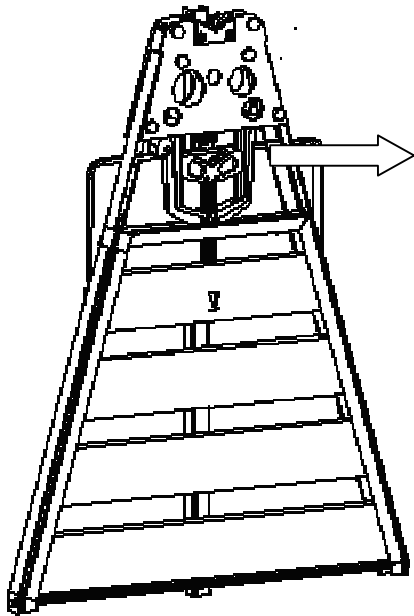

Bild 2
1. Die Backenschrauben (9) lockern, den Kopf (1) herausnehmen und die Schrauben wieder anziehen (9) (siehe Bild 2).